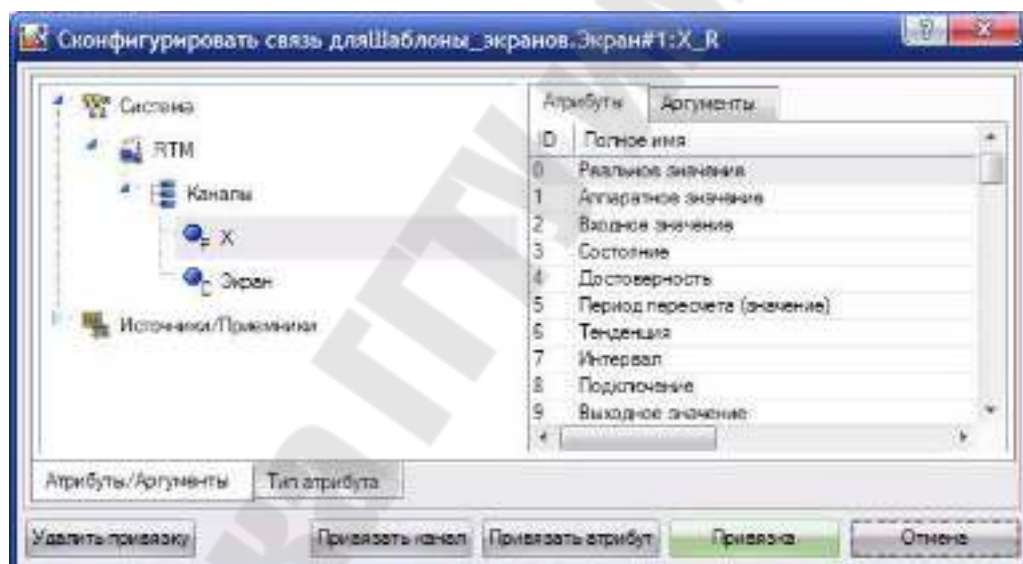

Рисунок 2.12 – Окно конфигурирования связи
3. Для открытия окна настройки привязки, дважды щелкните ЛК мыши в столбце «**ПРИВЯЗКА**» таблицы. В левой части открытого окна выделить канал RTM узла - **X**, созданный ранее, в правой части аргумент «**Реальное значение**» (рисунок 2.12). Для создания привязки нажать кнопку «**Привязка**».